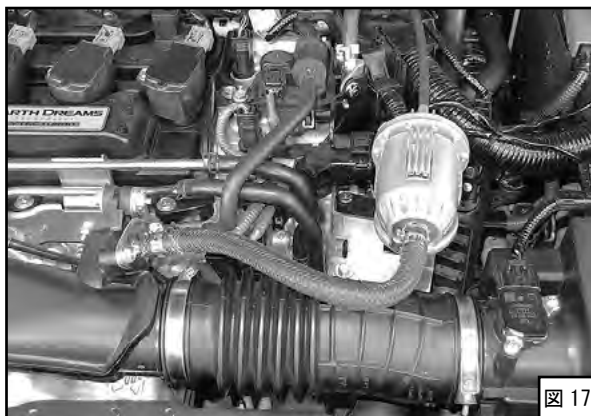

図17
- (6) ホースφ10をブローオフアセンブリのリターンニップルに接続してください。(図17)